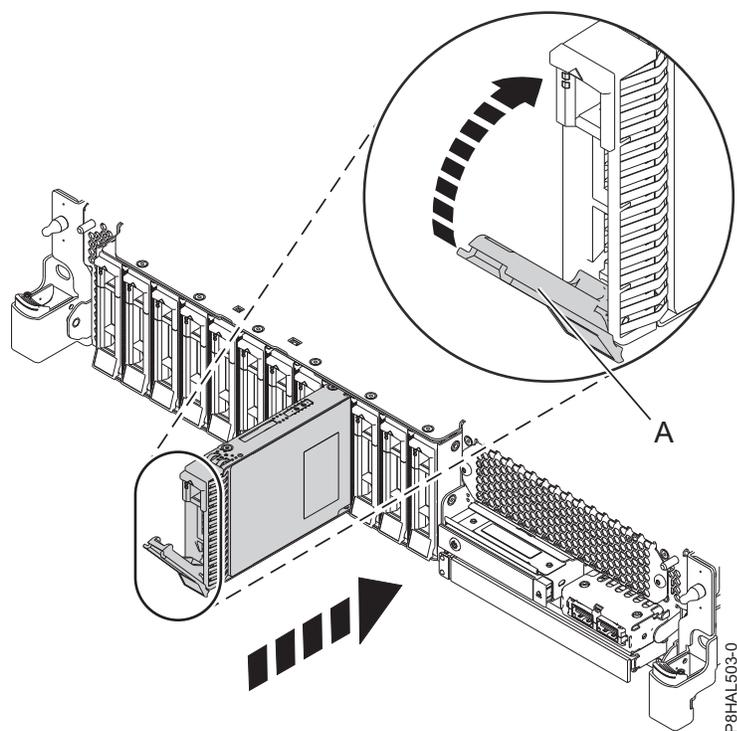
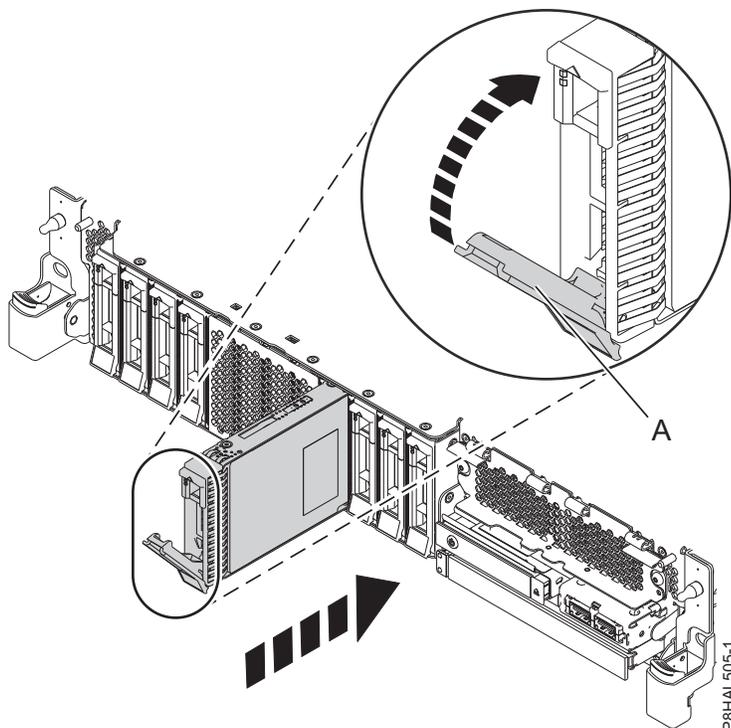

図 44. 基本機能 システムにおけるディスク・ドライブの取り替え
図 45. 拡張機能 システムにおけるディスク・ドライブの取り替え
3. ハンドルを押して手前に引き出して、ドライブ・ベイ・ハンドル (A) をアンロックします。ハンドルが完全に引き出されていないと、ドライブをシステムの中にスライドさせることができません。49 ページの図 44 および 50 ページの図 45 を参照してください。
5. ドライブをシステムに完全にスライドさせ、ドライブ・ベイ・ハンドル (A) をロックされるまで押し込みます。図 44 および 50 ページの図 45。